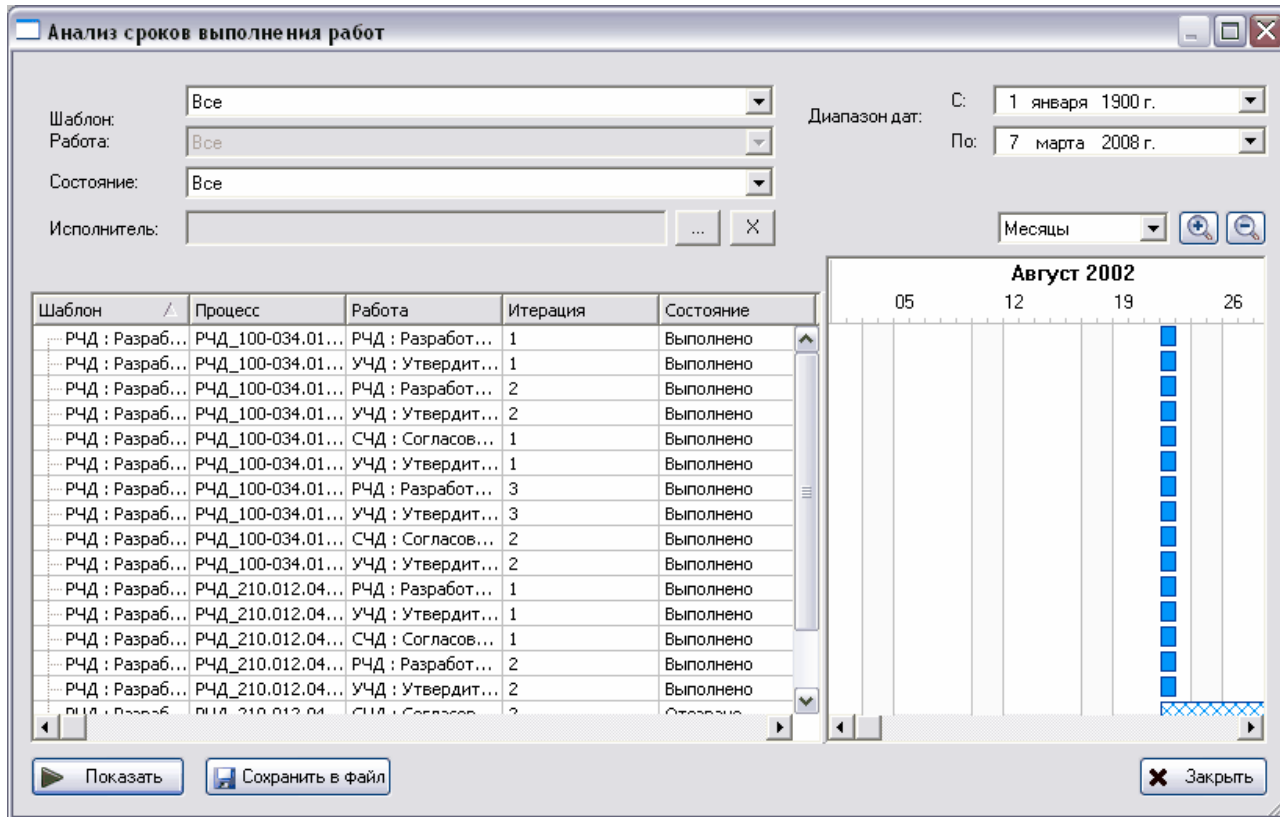

Рис. 74 Анализ сроков выполнения работ
2. После этого появится диалоговое окно **Анализ сроков выполнения работ** (Рис. 74).